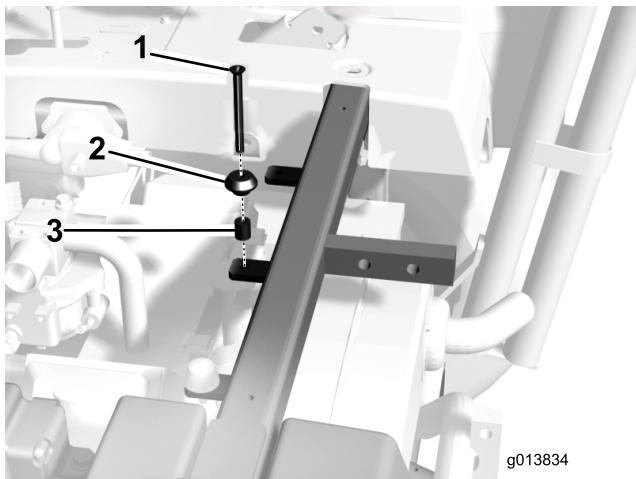

図 8
12. 新しいねじを使って、先ほど外した座席保持ポストとスペーサをフレームのタブに取り付ける(図8)。この時点ではまだナットを取り付けないこと。